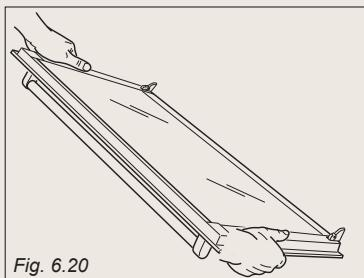

Fig. 6.20
1. Saisir solidement la porte (fig. 6.20).